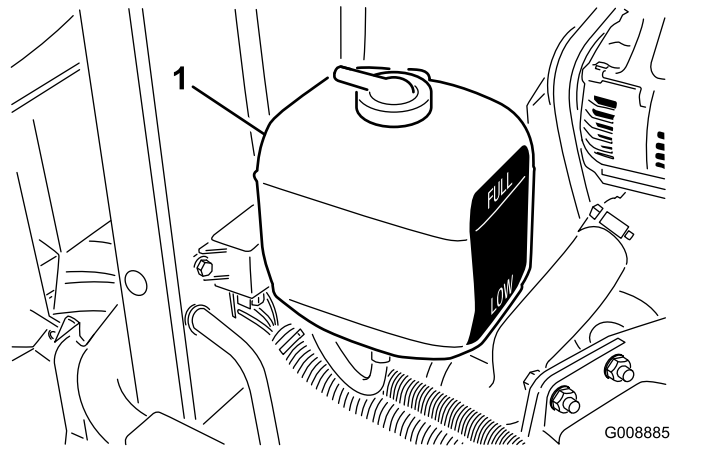

图 29
2. 检查膨胀水箱的冷却液液位 (图 29)。如果是已冷却的发动机冷却液液位大致应在油箱一侧的两个标记中间。